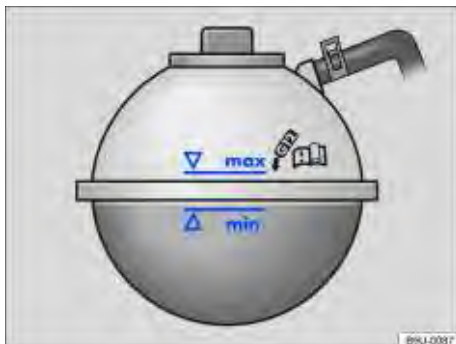

Fig. 129 No compartimento do motor: marcação no reservatório de expansão do líquido de arrefecimento do motor.
- Com o motor frio, verificar o nível do líquido de arrefecimento do motor pela marcação lateral do reservatório ⇒ Fig. 129.
- Reabastecer somente com líquido de arrefecimento do motor **novo** ⇒ ❶.
- O nível do líquido de arrefecimento do motor deve permanecer dentro da marcação do reservatório ⇒ Fig. 129. **Não completar acima da marca "max"** ⇒ ❷!
- Se em caso de urgência não houver à disposição líquido de arrefecimento do motor, em vez disso, completar a seguir somente com **água potável** ⇒ ❸. Depois disso, a mistura com a proporção correta de aditivo do líquido de arrefecimento do motor ⇒ Página 200 deve ser colocada o mais rápido possível.
- Completar com líquido de arrefecimento do motor somente até a marca “max” ⇒ Fig. 129. Caso contrário, ao aquecer-se, o líquido excedente seria expulso do sistema de arrefecimento e poderia causar danos.